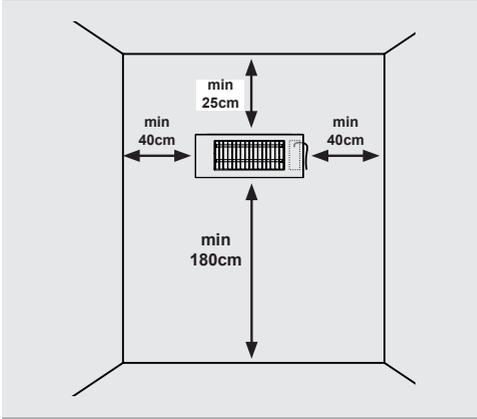

Abb.2a: Mindestabstände Wandmontage
1. Die Mindestabstände zu Decke, Boden und den Seiten müssen beachtet werden. Siehe Abb. 2a.
2. Das Gerät darf nur in horizontaler Position montiert werden. Das Netzkabel muss an der rechten Seite austreten. Siehe Abb. 2a